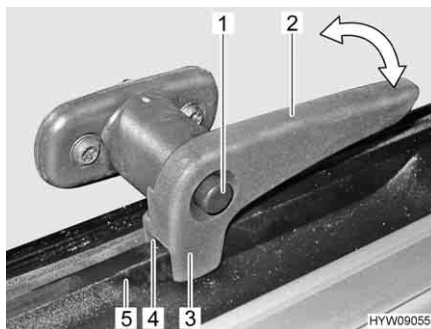

Fig. 37 Leva di serraggio (posizione "Aerazione continua")
- In posizione di "Aerazione continua" (Fig. 37)
- Premere il bottone di sicurezza (Fig. 37,1) e mantenerlo premuto.
- Ruotare la leva di serraggio (Fig. 37,2) di un quarto di giro verso il centro della finestra.
- Girare nuovamente all'indietro la leva di serraggio. Il nasello di chiusura anteriore (Fig. 37,3) della leva di serraggio si trova sul lato interno del telaio della finestra (Fig. 37,5). Il nasello di chiusura posteriore (Fig. 37,4) si trova sul lato esterno del telaio della finestra (Fig. 37,5).
- Rilasciare il bottone di sicurezza (Fig. 37,1).